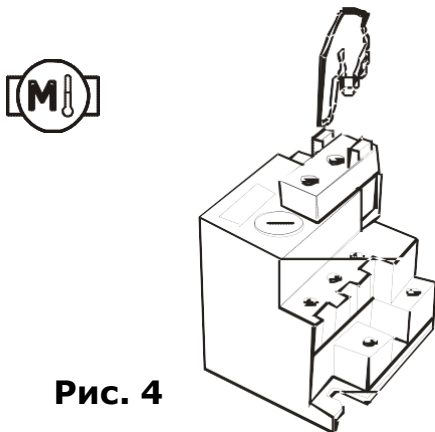

Рис. 4
3. Найти защиту двигателя и перезагрузить ее, нажимая на клавишу синего цвета (см. рис. 4).